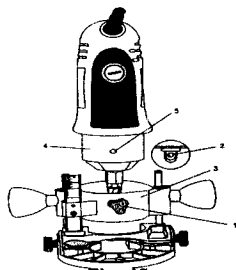

Fig. 15
2. Retire la perilla de sujeción de accesorios (1) de la base del cuerpo del motor de la sierra (ver la fig. 15). Pulse el botón de cierre del vástago del motor (2) en la parte de atrás del cuerpo del motor (ver la ilustración insertada).